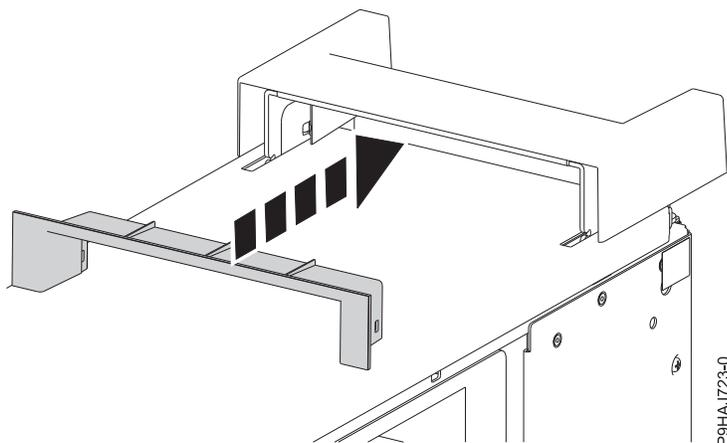

Figura 54. Inserindo a parte de plástico na tampa da alça
5. Insira a parte de plástico na tampa da alça empurrando-a firmemente, conforme mostrado na Figura 54.